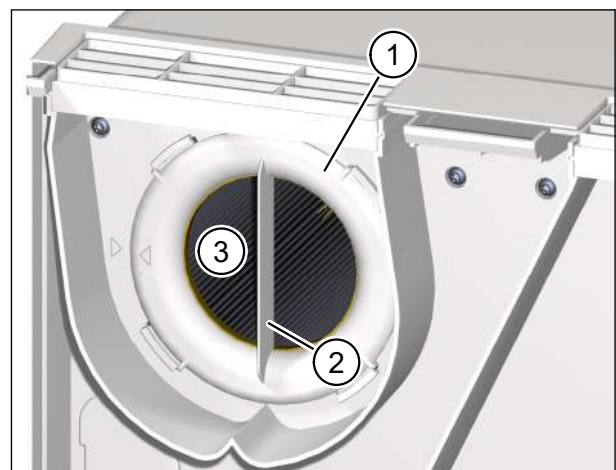

Abb. 6: Abluftfilter entfernen, Filterring reinigen
- ▶ Drehen Sie den Filterring (Pos. 1 in Abb. 6) an der Griffleiste (Pos. 2 in Abb. 6) gegen den Uhrzeigersinn, bis sich der Filterring aus den Halterungen gelöst hat.
- ▶ Ziehen Sie den Filterring zusammen mit dem Abluftfilter (Pos. 3 in Abb. 6) aus dem Lüftungsgerät heraus.
- ▶ Kontrollieren Sie die Position des Filterrings. Die Griffleiste muss senkrecht stehen und der Pfeil auf dem Filterring muss mit dem Pfeil der Arretierposition fluchten (siehe Abb. 6 auf Seite 12).